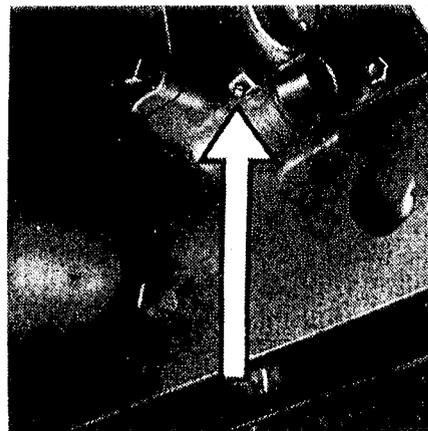

Abb. 46
20. Die Schmierstellen der **Kupplungsquerwelle** (Abb. 46) sind alle 2000 km abzuschmieren. Hierzu Abschmierfett verwenden!